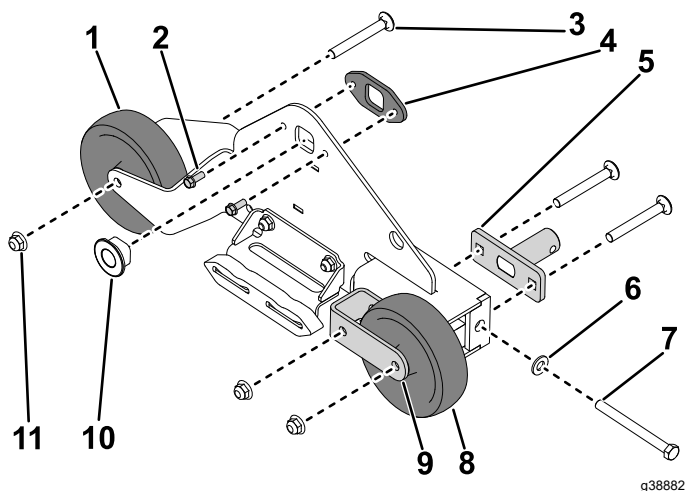

Рисунок 2
1. Снимите каретный болт ($\frac{3}{8}$ x 3 дюйма), втулку натяжителя и контргайку ($\frac{3}{8}$ дюйма), которые крепят левый опорный каток к опоре гусеницы (Рисунок 2). Снимите каток.
2. Снимите каретный болт ($\frac{3}{8}$ x 3 дюйма), втулку натяжителя и контргайку ($\frac{3}{8}$ дюйма), которые крепят правый опорный каток к вилке опорного катка и опоре гусеницы (Рисунок 2). Снимите каток.
3. Отверните каретный болт ($\frac{3}{8}$ x 3 дюйма) и контргайку ($\frac{3}{8}$ дюйма), которые крепят вилку опорного катка к опоре гусеницы. Снимите вилку опорного катка с опоры гусеницы (Рисунок 2).
4. Снимите втулку оси (Рисунок 2).
5. Отверните 2 винта ($\frac{1}{4}$ x $\frac{5}{8}$ дюйма), которые крепят опору втулки оси к опоре гусеницы. Снимите опору втулки оси (Рисунок 2).
6. Отверните винт ($\frac{3}{8}$ x 4 дюйма), снимите втулку натяжителя и шайбу ($\frac{3}{8}$ дюйма), которые крепят натяжитель к креплению опорного катка (Рисунок 2). Снимите натяжитель.